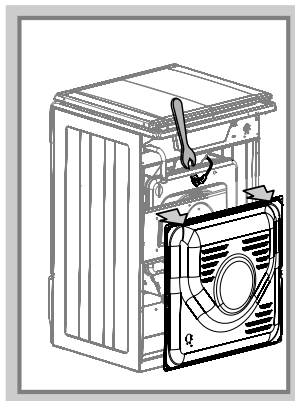

Рис.19
- при помощи ключа выкрутить и заменить сопло (рис. 19). Если доступ затруднен, нужно: